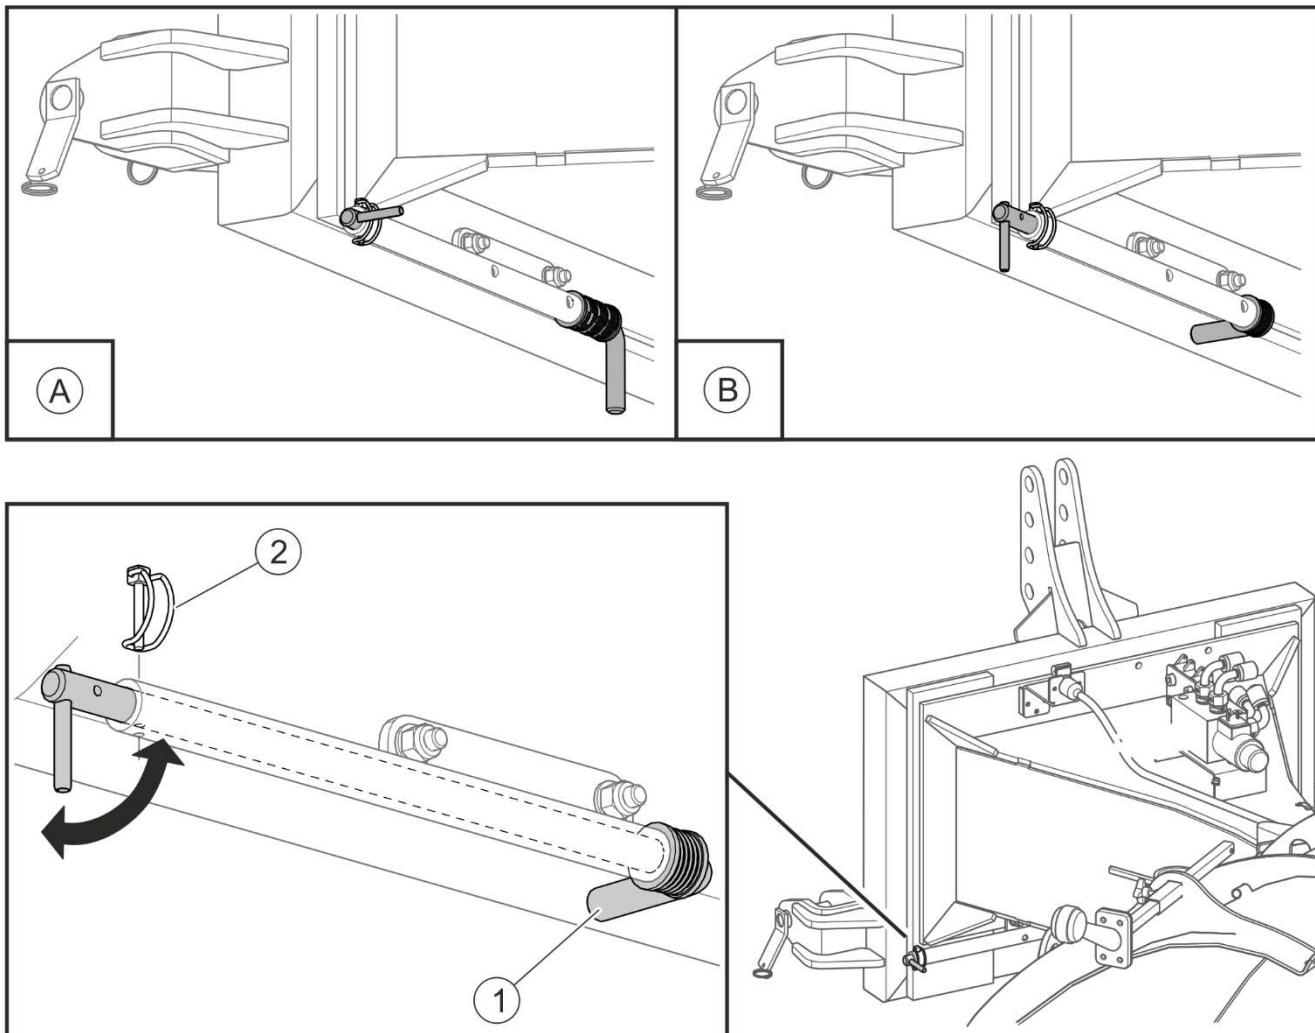

РИСУНОК 4.12Блокировка системы навески от опускания
- заблокировать систему навески снегоотвала от опускания (РИСУНОК 4.12) - если это необходимо,
- быстроразъемные соединения гидропроводов (1) предохранить от загрязнения, вставить в специальные гнезда (2) на раме снегоотвала,
Для облегчения дальнейшего агрегирования снегоотвала с транспортным средством, оснащенным передней трехточечной системой навески, можно использовать блокировку (РИСУНОК 4.12), препятствующую опусканию системы навески снегоотвала.
Для облегчения агрегирования машины, навешенной на переднюю трехточечную систему навески транспортного средства, перед опусканием снегоотвала на убираемую поверхность можно установить блокировку системы навески в положение (B). Во время работы снегоотвалом блокада (РИСУНОК 4.12) должна находиться в положении (A).